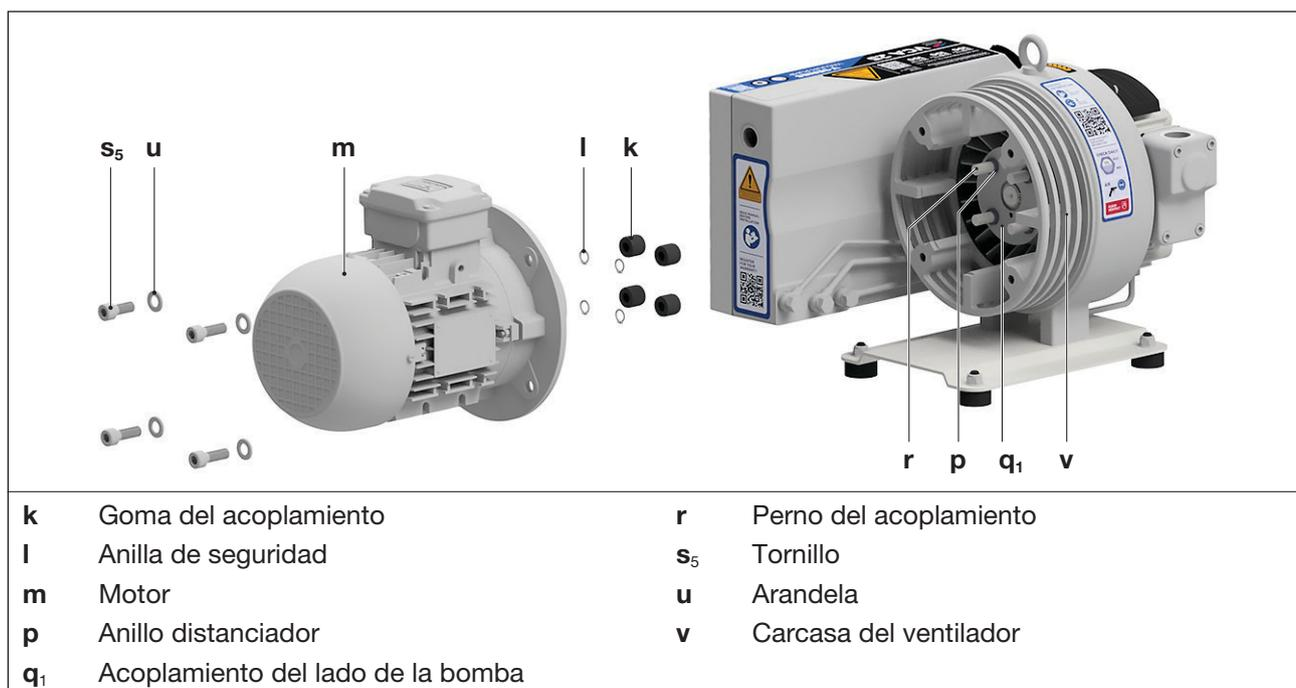

Fig. 9 Acoplamiento
- c) Afloje los tornillos (Fig. 9/s₅) en la brida del motor (Fig. 9/n).
- d) Extraer axialmente el motor (Fig. 9/m) con la mitad de acoplamiento del lado del motor de la carcasa del ventilador (Fig. 9/v).
- e) Comprobar las gomas del acoplamiento (Fig. 9/k) para buscar daños y desgaste y, dado el caso, cambiarlas.
Para ello, retirar los anillos de seguridad (Fig. 9/l) y las gomas de acoplamiento desgastadas (Fig. 9/k) de los pernos de acoplamiento (Fig. 9/r) y deslizar las nuevas gomas de acoplamiento con los anillos de seguridad sobre los pernos de acoplamiento. Dejar los anillos distanciadores (Fig. 9/p) en los pernos de acoplamiento.
- f) Volver a colocar el motor con su parte del acoplamiento de forma axial y fijarla con los tornillos (Fig. 9/s₅) a la carcasa del ventilador (Fig. 9/n). Par de apriete: 50 Nm